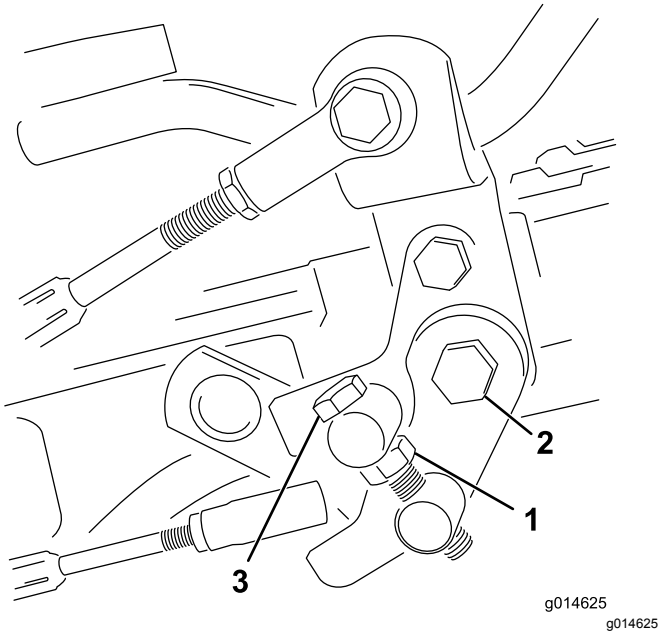

Figura 37
1. Afloje la contratuerca del tornillo de caperuza del muñón (Figura 37).
4. Apriete la contratuerca del perno del muñón y la tuerca de la articulación del pedal para bloquear el ajuste (Figura 37). Compruebe el funcionamiento, y vuelva a ajustar si es necesario.